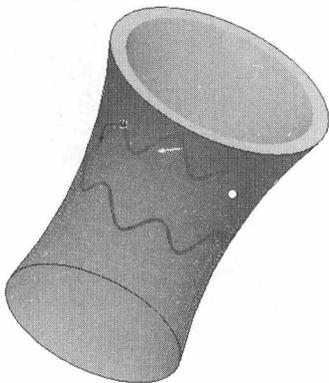

图1-14
- (1) 选中上一步中粘贴的曲面。
- (2) 选择菜单命令【编辑】/【修剪】，选取投影曲线。
- (3) 单击  按钮，调整要修剪的部分，如图 1-14 所示。
- (4) 单击鼠标中键完成修剪操作。